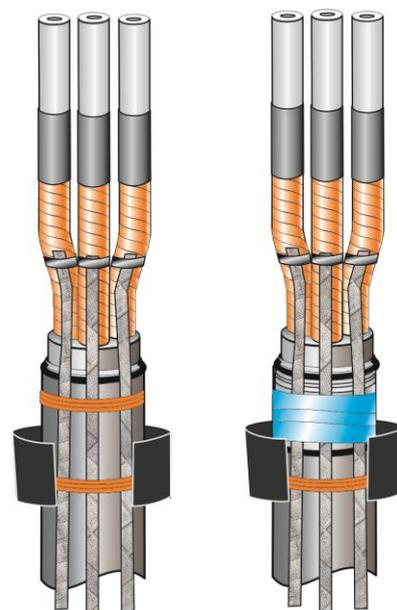

Рис.9
9. Обернуть ленту-герметик поверх проводов заземления в соответствии (Рис.9).